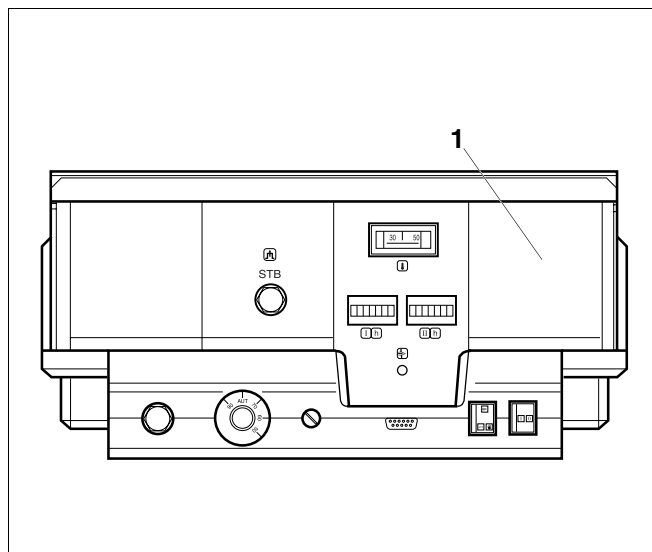

Fig. 1 Apparecchio di regolazione Logamatic 4212
Apparecchio di regolazione Logamatic 4212 con piastra cieca (fig. 1, **pos. 1**).